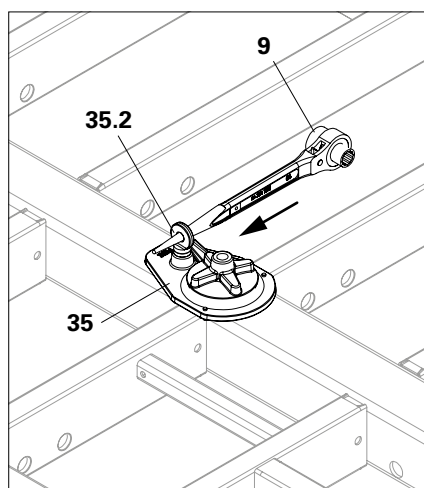

Fig. A5.04d
2. Fixer l'écrou articulé MX 15 sur la face de référence avec la vis pointeau (35.2). Utiliser la clé MX 15 (9), la clé d'ancrage MX 15 (40) ou la clé d'échafaudage (57). (Fig. A5.04d ou A5.04e)